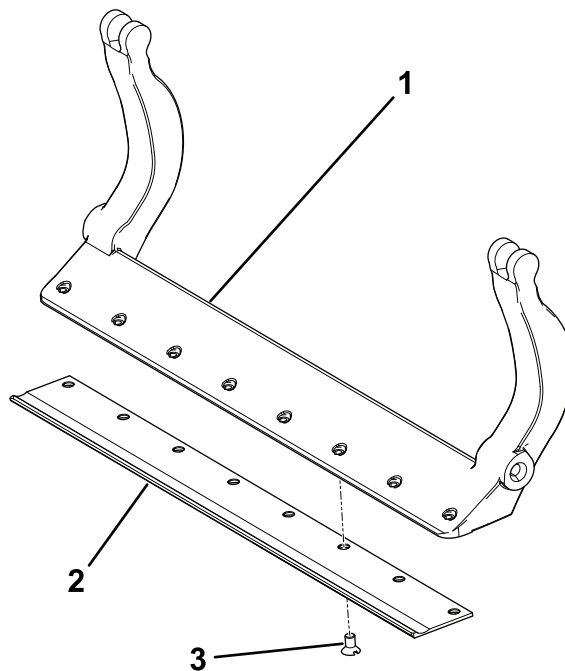

Figura 41
4. Posizionate una rondella in acciaio all'esterno di ciascuna rondella in nylon (Figura 41).
3. Applicate un composto antigrippaggio sulle viti e montate la controlama sulla barra di appoggio come segue (Figura 41):